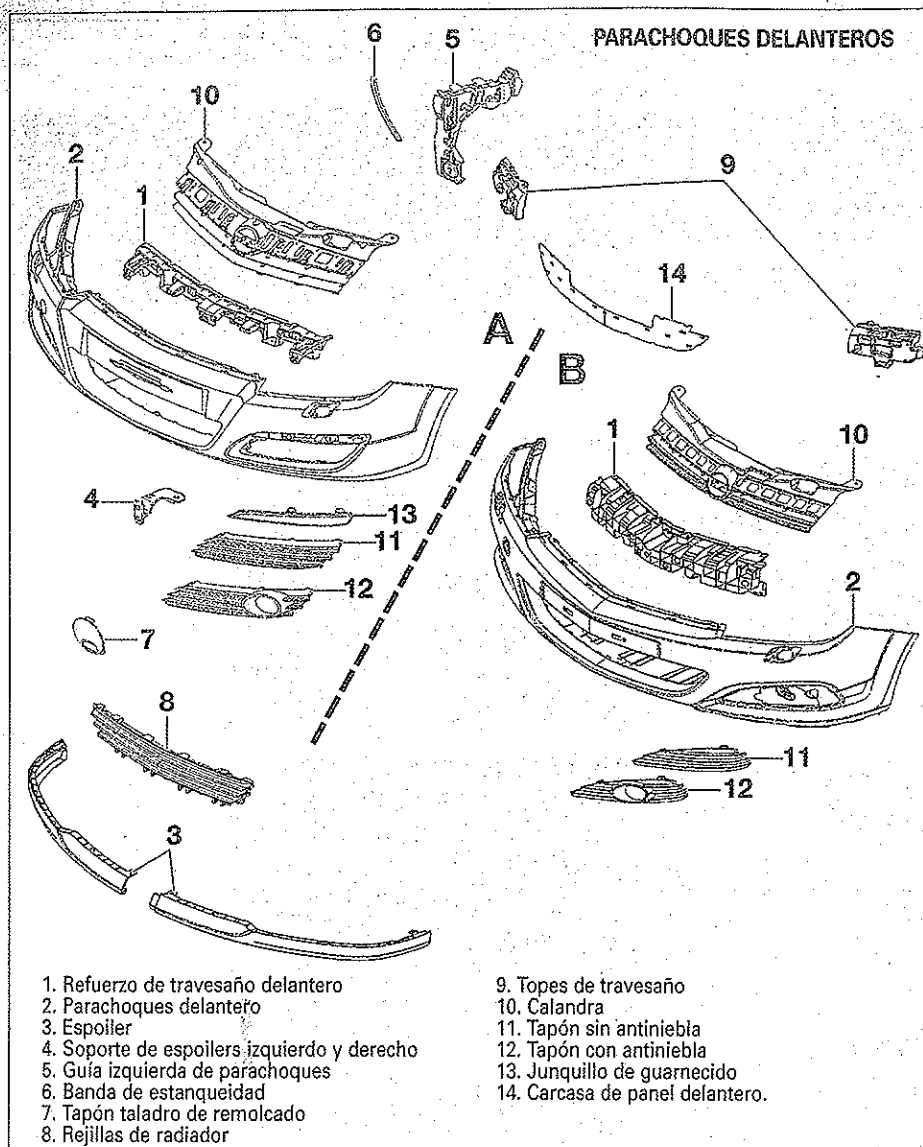
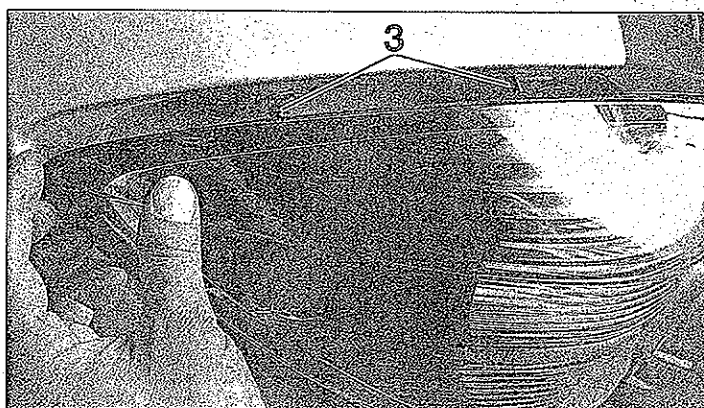

FIG. 12
FIG. 13
• Desmontar las dos tuercas de las fijaciones (1) de la luz trasera desde el interior del maletero (fig. 12).
• Desenchufar el conector (2).
Montar correctamente la luz en sus tetones de centrado (3) (fig. 13) y comprobar el buen funcionamiento de la iluminación trasera.